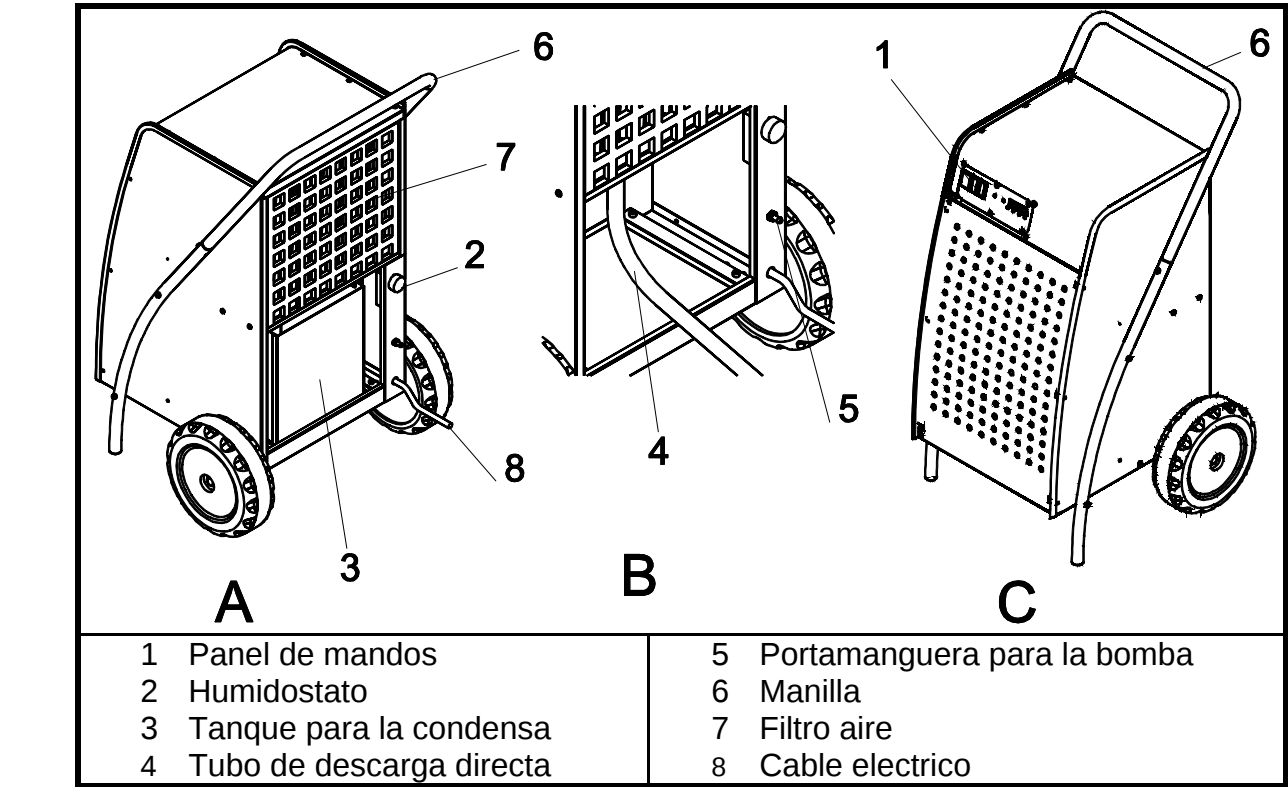

Fig. 3 Lados
El aire continuamente en el ciclo dentro de la maquina reduce su humedad logrando una deshumidificación rápida y gradual. En los siguientes párrafos veremos en detalle el papel de todos los componentes de la Figura 2. La fig.3 muestra la aparición de la máquina con la posición de los elementos principales.
Con referencia a la fig.3, la máquina viene con el embalaje de cartón sobrepuesta a una paleta de madera para facilitar su transporte y manipulación. Dentro se encuentra el mango con sus 6 tornillos de montaje y este manual.
Con referencia a fig. 3, antes de proceder a la instalación y puesta en marcha del mismo se recomienda seguir las siguientes sugerencias y advertencias:
- En caso de descarga directo a través de la manguera 4 (fig. 3) garantizar que el desnivel entre el punto de conexión de una máquina y el punto de descarga es suficiente para garantizar la descarga de la condensación por gravedad, de lo contrario se puede verificar una inundación dentro de la máquina, para la serie EFT PLUS el problema no se plantea, si se selecciona la operación con la bomba suministrada con la maquina, conectando el tubo a la manguera a 5 (fig. 3).